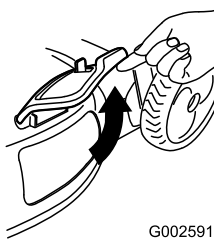

Figura 26
2. Levante la puerta de descarga lateral (Figura 26).